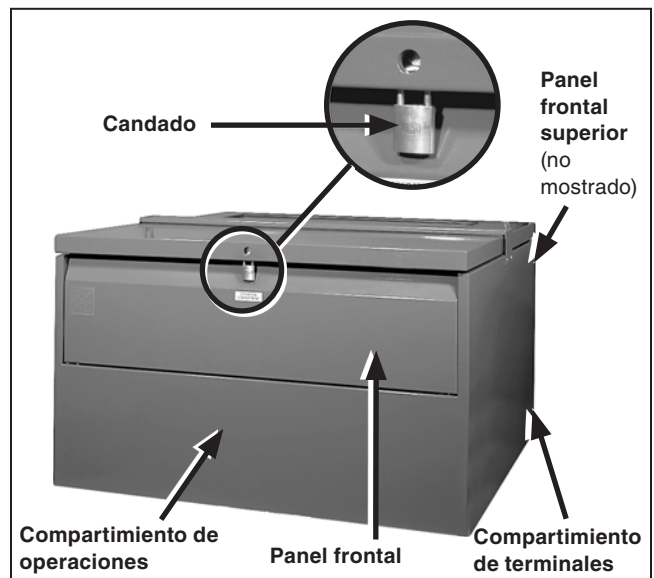

Figura 22. Asegure el equipo con un candado.
PASO 17. Vuelva a instalar el panel frontal del compartimiento de operación y del panel frontal superior del compartimiento de terminales. Estos paneles no son intercambiables. Baje las cubiertas abisagradas y asegúrelas con los pernos de cabeza pentagonal. Luego inserte un candado en cada pasador. Ver Figura 22.